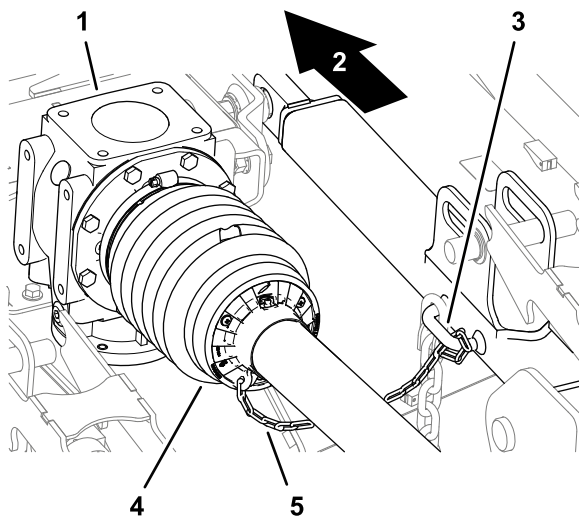

Рисунок 21
6. Убедитесь, что ограничительные цепи подсоединены к заднему кожуху вала механизма отбора мощности, кожухам приводных валов и раме газокосилки (Рисунок 18 и Рисунок 21).